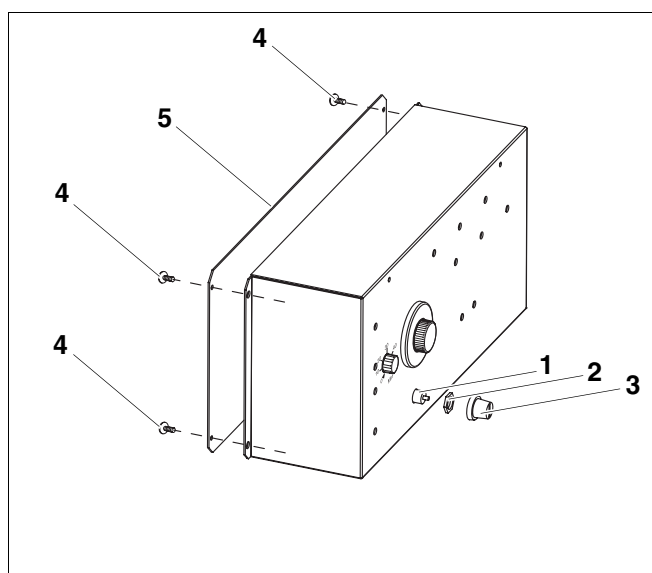

Рис. 60 Дополнительный регулятор NT3101E
- Выкрутить винты (рис. 60, поз. 4) крышки корпуса (рис. 60, поз. 5).
- Снять крышку корпуса (рис. 60, поз. 5).
- Открутить защитный колпачок (рис. 60, поз. 3).
- Открутить резьбовое крепление STB (рис. 60, поз. 2).